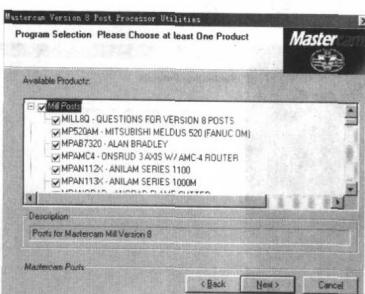

图 1-17
15) 至少要选择一个后处理产品, 选 (下一步), 如图 1-17 所示。